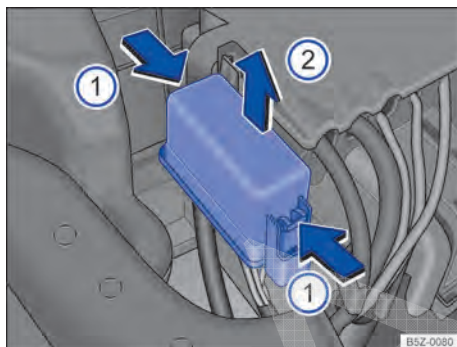

Fig. 168 No compartimento do motor: retirar cobertura da caixa de fusíveis.
- Pressionar as travas no sentido da seta  para destravar a cobertura da caixa de fusíveis → Fig. 168.
- Remover a cobertura por cima ②.
- Para a **instalação**, colocar a cobertura sobre a caixa de fusíveis. Pressionar a cobertura para baixo, no sentido contrário ao da seta ②, até que trave de forma audível.